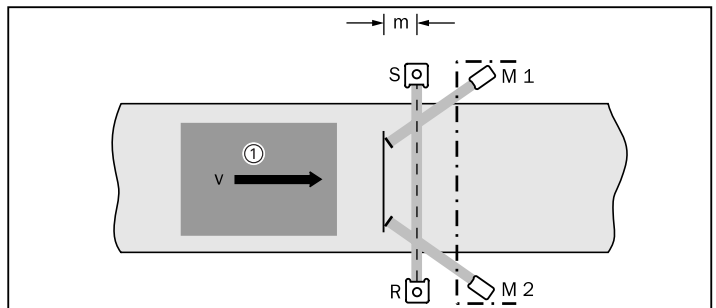

Abb. 3-4: Abstand Detektionslinie - Muting-Sensoren
① = Palette    ② = Material    ③ = Muting-Sensor    ④ = Transportebene
4. Da die interne Auswertung der Sensorsignale einige Zeit benötigt, darf das Material nicht zu kurz vor den Lichtstrahlen der Sicherheits-Lichtschanke erfasst werden. Es ist daher ein Mindestabstand einzuhalten (siehe Abb. 3-4).